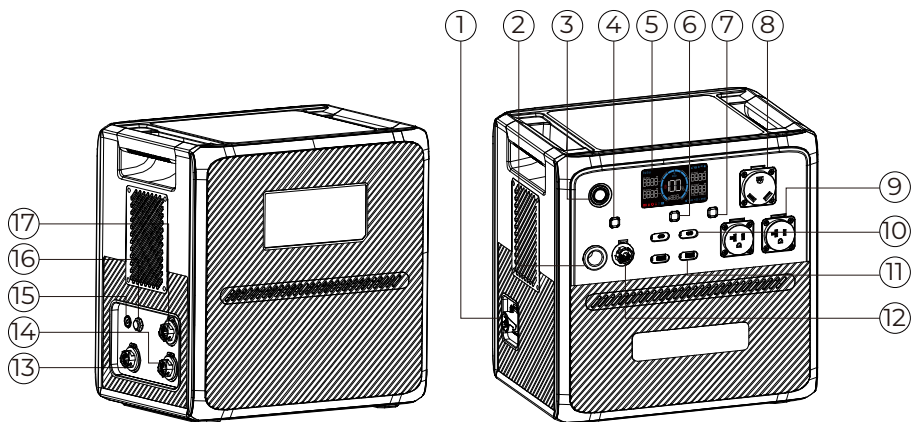

图 3-1 AC240の入出力ポートと操作ボタン
- ・AC240のDC充電ポート(図3-1)がソーラー発電充電に使用される場合、パラメータは最大11V~60V/21Aです。
PV降圧ボックスの入力電圧範囲は60V~145Vで、外観は下図のとおりです。端子Aはソーラーバッテリーパックに接続され、端子BはDC充電ポートに接続されます(図3-1)。